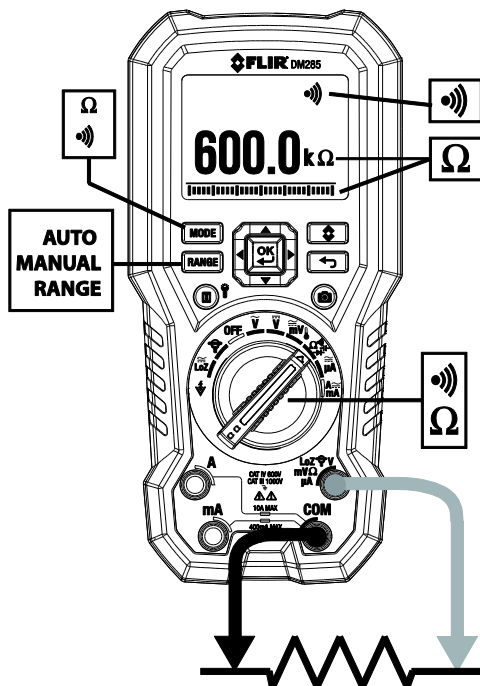

Fig. 9-3 Weerstand en Continuïteitsmetingen
1. Zie Fig. 9-3. Zet de functieschakelaar op de  positie.
1. Zie Fig. 9-3. Zet de functieschakelaar op de **Ω** positie.